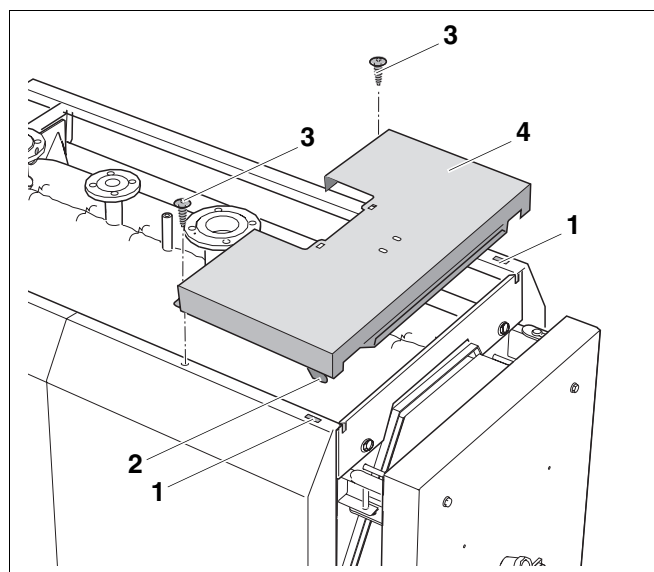

Рис. 26 Установка передней крышки котла
- Установить переднюю крышку котла с крюками (рис. 26, поз. 2) в вырезы передних боковых стенок (рис. 26, поз. 1) и сдвинуть назад.
- Закрепить переднюю крышку котла (рис. 26, поз. 4) двумя винтами (рис. 26, поз. 3) через передние боковые стенки с боковыми траверсами.